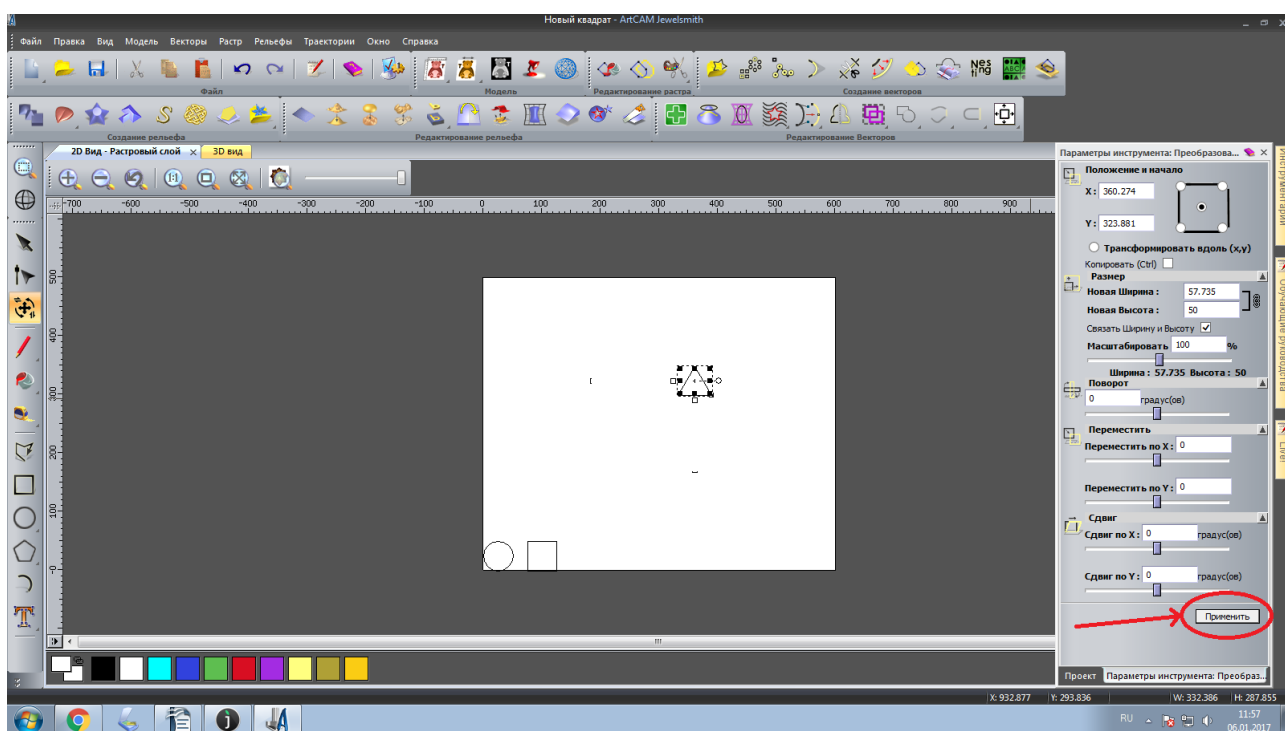

Рисунок 28. Сохранение размеров треугольника
29. Нажмите на кнопку «Применить», чтобы сохранить новый размер треугольника, рисунок 28